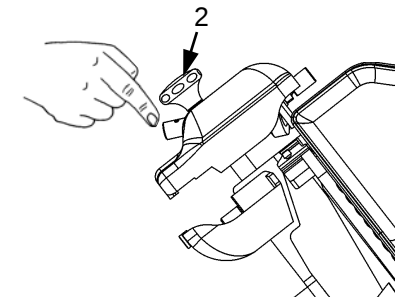

Abb. 37
6. den Druckknopf 2 Abb.37 drücken, das Schneideblatt zwischen den Schleifscheiben ungefähr 30/40 Sek. drehen lassen, bis sich auf der Klinge ein leichter Grat bildet;